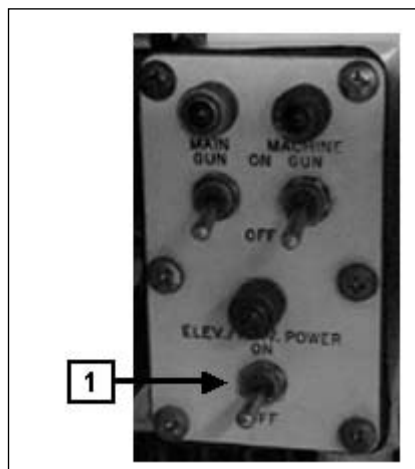

Fig 4-112. Caixa de controle de fogo
a. Caixa de controle de fogo (Fig 4-112)
(1) Além de suas funções ligadas ao disparo do Can, esta caixa permite ligar e desligar o sistema hidráulico.
(2) A chave geral do sistema hidráulico(1) (ELEV/TRAV POWER) energiza os componentes do sistema hidráulico via caixa de disjuntores da torre. Quando acionada, inicia-se o acúmulo de óleo sob pressão no reservatório.